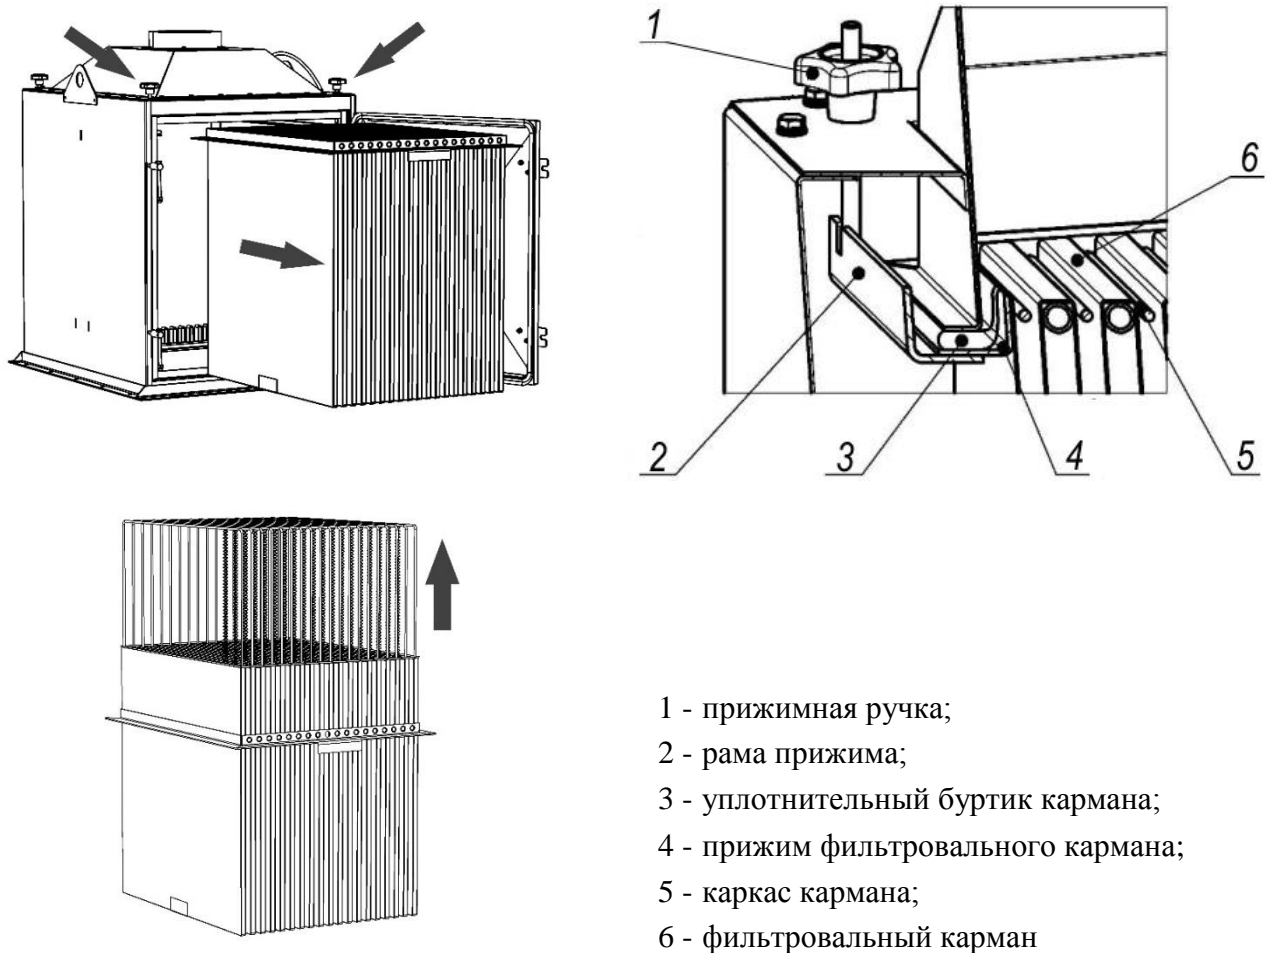

Рисунок 7
- 1) ослабить четыре прижимные ручки (рисунок 7, поз. 1);